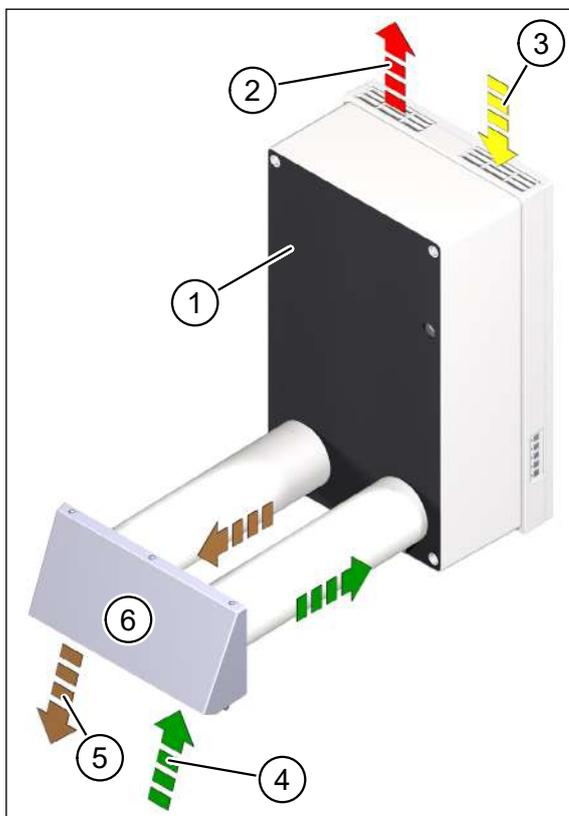
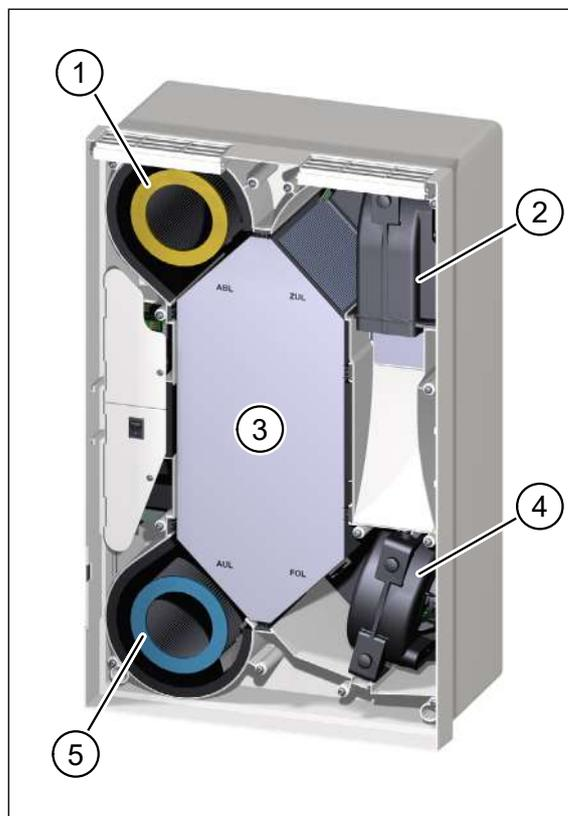

Fig. 9 : Principe de fonctionnement de l'appareil
Fig. 10 : Composants relatifs au renouvellement de l'air
Pos. dans Fig. 9	Désignation
Pos. dans Fig. 10	Désignation
L'appareil d'aération est caractérisé par un mode de fonctionnement continu, un acheminement simultané de l'air neuf et de l'air repris, ainsi que le guidage et le filtrage séparés de l'air neuf et de l'air repris. Les ventilateurs autorégulateurs (constance du débit volumétrique) sont agencés côté air fourni et air rejeté. Le ventilateur d'air fourni (pos. 2 dans Fig. 10) achemine l'air neuf (pos. 4 dans Fig. 9) par le biais du filtre d'air neuf (pos. 5 dans Fig. 10) et de l'échangeur thermique à plaques à contre-courant croisé (pos. 3 dans Fig. 10) à l'intérieur, en tant qu'air fourni (pos. 2 dans Fig. 9). Le ventilateur d'air rejeté (pos. 4 dans Fig. 10) aspire l'air repris (pos. 3 dans Fig. 9) de l'intérieur des pièces. L'air repris est épuré dans le filtre d'air repris (pos. 1 dans Fig. 10), guidé par le biais de l'échangeur thermique à plaques à contre-courant croisé et évacué comme air rejeté (pos. 5 dans Fig. 9) vers l'extérieur. Les ventilateurs d'air fourni et d'air repris transportent respectivement le même volume d'air. La pression interne demeure presque constante.